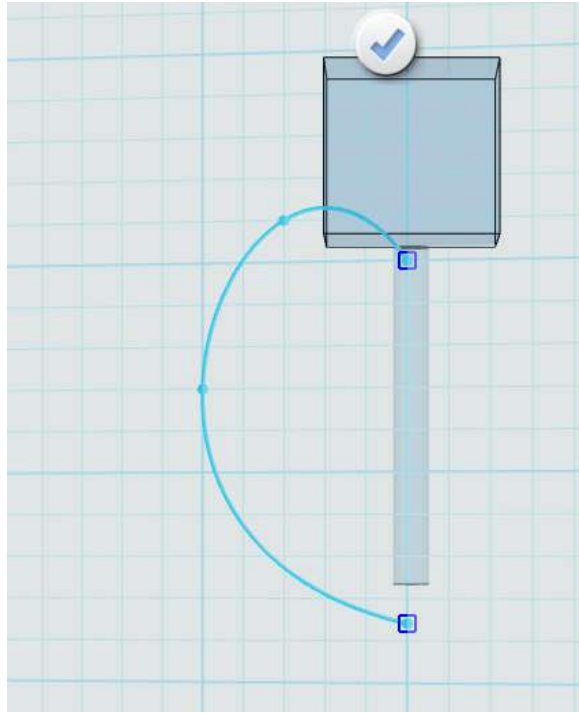

图 1-4
Step 4 点击“草图绘制”，选择“通过点绘制曲线”功能。鼠标左键单击选择网格面，在图示位置插入点，绘制图示样条线，单击鼠标左键确定关键点的位置，如下图 1-4 所示：